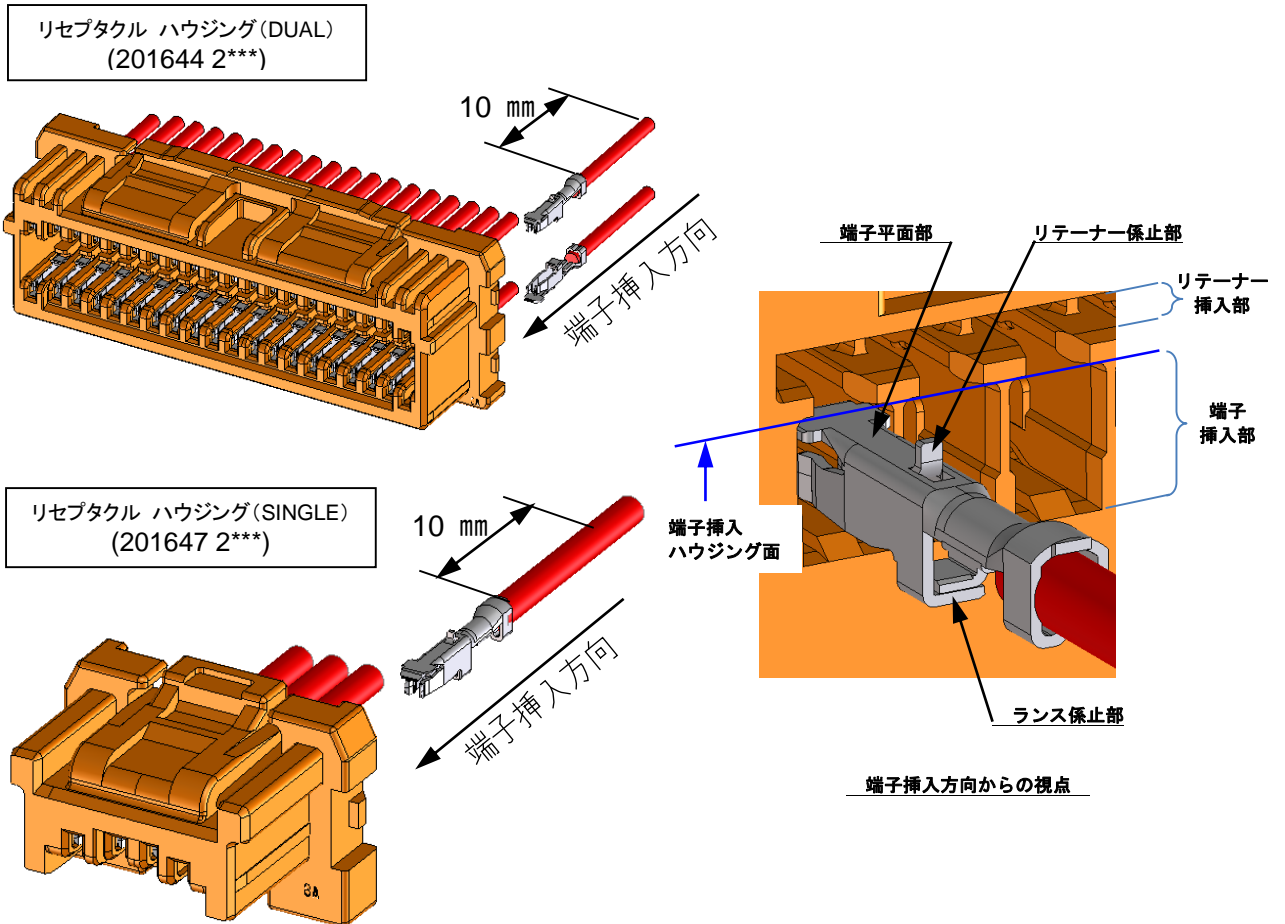

Fig. 6-1
- ③ 端子ランス部が、リセプタクル ハウジングの中央に向かうように持ち、端子の平面部がハウジング面に沿う様に、端子が突き当たる位置まで(0.9~2.4N 程度の力で)ゆっくりと真っ直ぐ装着してください。(Fig.6-1)